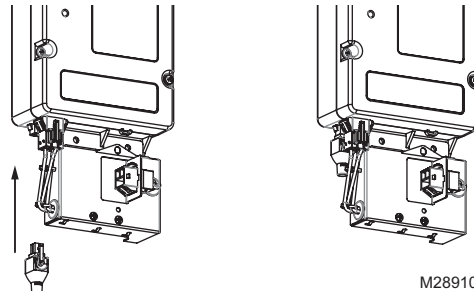
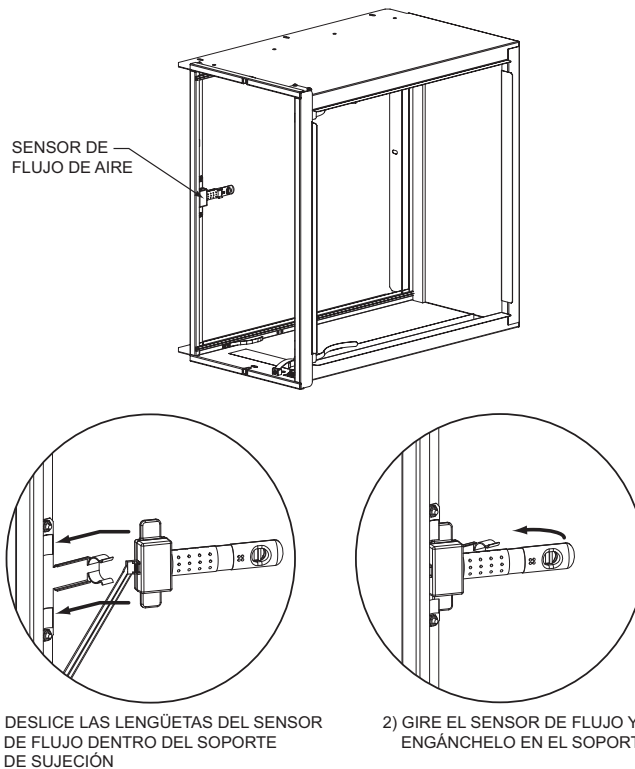

Fig. 12. Enchufe del puente de derivación del sensor de flujo de aire instalado.
Fig. 14. Instalación del interruptor de flujo de aire.
**NOTA:** el limpiador de aire mejorado Honeywell deberá ser encendido únicamente cuando haya flujo de aire. El interruptor de flujo de aire viene instalado de fábrica. Consulte la Fig. 1 en la página 4 y la Fig. 14 en la página 16. Para derivar el sensor de flujo de aire para localizar y solucionar problemas, utilice el enchufe del puente de derivación especial (ver Fig. 12) incluido en la bolsa de piezas. Con el puente de derivación ya en su lugar, el limpiador de aire quedará encendido siempre que esté conectado al suministro de electricidad. El puente de derivación no está diseñado para ser utilizado en un funcionamiento normal.
- b. Quite el módulo de mejoramiento del gabinete del limpiador de aire mejorado Honeywell y revise el interruptor de flujo de aire (ver Fig. 14 en la página 16).